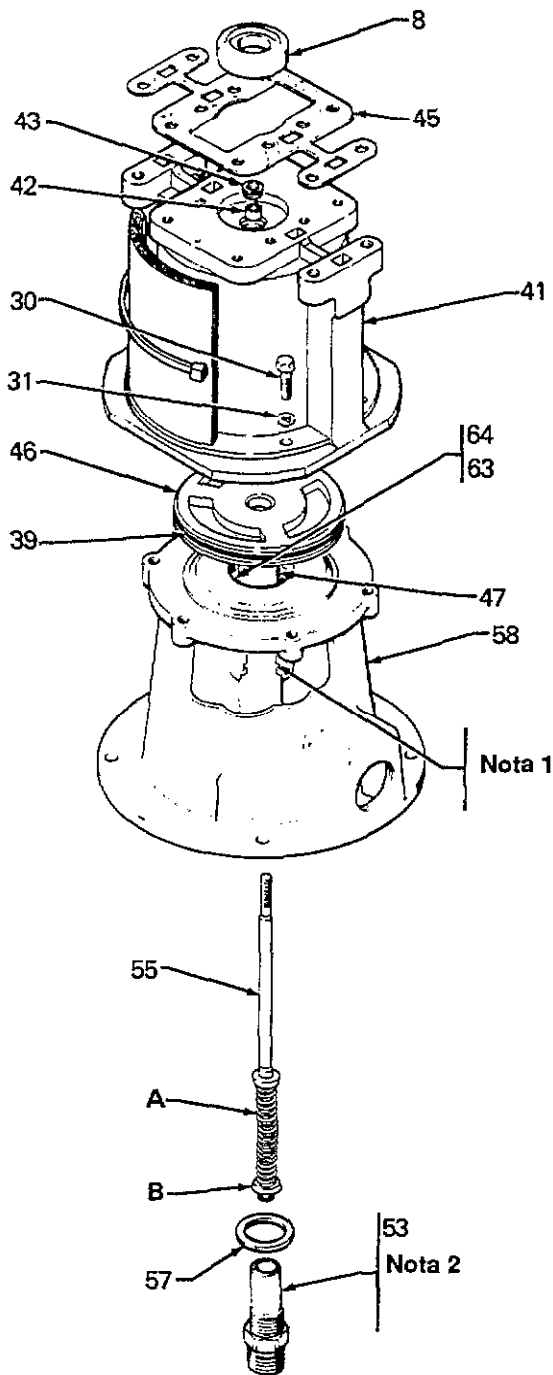

Fig 10-1
**REMARQUE :** Pour exécuter cette procédure, se référer à la Fig. 10.1.
1. Retirer les huit vis (30) et rondelles d'arrêt (31) maintenant le cylindre pneumatique (41) à l'embase, puis tirer le cylindre tout droit vers le haut pour le dégager du piston (46).
**REMARQUE :** Se référer à la Fig. 10.1 pour les points 1 à 6.
1. Pour enfoncer un palier (42) neuf en place dans le cylindre (41), utiliser l'outil spécial Graco, référence T38251.
2. A la remise en place de l'ensemble de tige d'inversion (55), lubrifier le ressort et les guides au moyen de graisse légère hydrofuge. Veiller à ce que la distance entre les épaulements *Intérieurs* des guides de ressorts soit d'exactly 106,9 mm. Enfiler la tige d'inversion dans le tube de l'ensemble de piston (46). Enduire les filets de la tige de piston (53) de Loctite 242 ou produit équivalent et la serrer dans le fond de l'ensemble de piston (46) au couple de 200 à 220 N.m.
3. Garnir de graisse légère hydrofuge la cavité située au-dessus du racleur (57). Bien lubrifier le joint (63) neuf. Installer précautionneusement une rondelle d'appui (64) et le joint en V dans la cavité de presse-étoupe du cylindre pneumatique. Veiller à placer le joint de telle sorte que les lèvres de ce dernier soient orientées vers le haut, en direction du piston.